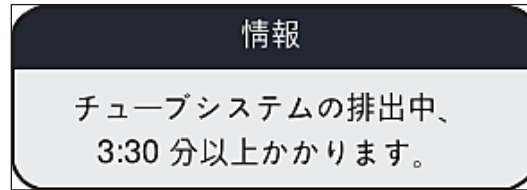

図107
6. 画面にはオペレーターに作業時間を伝える情報メッセージ (→ 図 107) が表示されます。このメッセージはエアポンプの動作が終わり次第消えます。